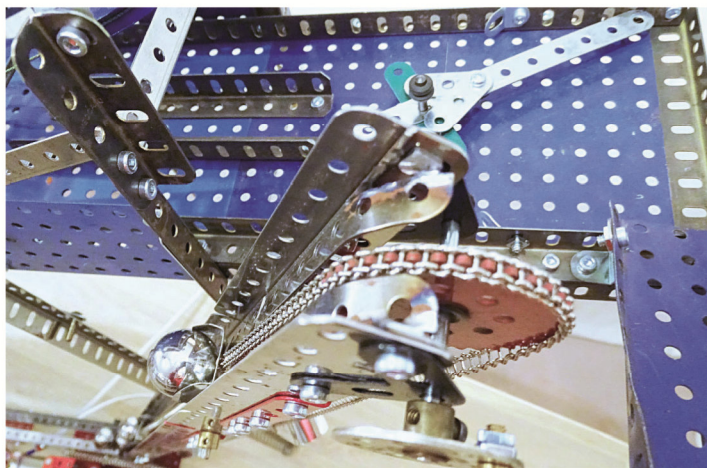

Fig. 5 Détails du sommet de l'élévateur
- 2) les deux petites cornières du haut de l'élévateur ont été coupées et incurvées (Fig. 5),